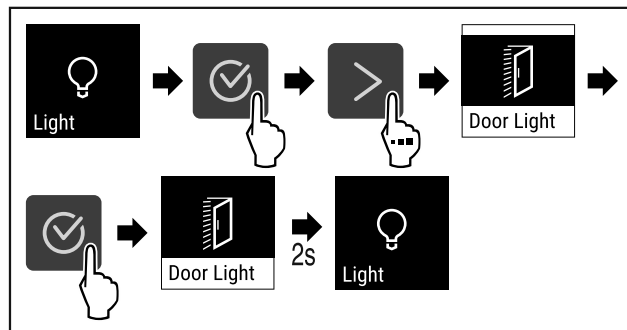

Fig. 69
- ▶ Provedte akční kroky (viz Fig. 69) .
- ▶ Proved'te akční kroky (viz Fig. 69).